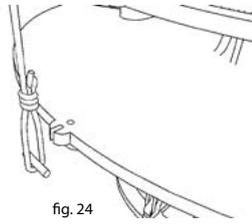

fig. 24
2) Tagliare, dai 2 pezzi avanzati di midollino e/o dalle eccedenze tagliate (fase 4 punto 6; figg. 20-21) n. 4 pezzetti di 6-8 mm di lunghezza ed inserirli in un cappio già formato della corda (leggi punto 1 sopra), successivamente tirare per stringere il nodo attorno al pezzetto di midollino (fig. 24) ed agganciare il terminale così costituito all'asola corrispondente presente sulla spirale.
2) Cut from the two pieces of excess wicker and/or from the remaining piece n.4 pieces of 6-8 mm in length and insert them in the loop of the slipknot (point 2 above), then pull to tighten the knot around the piece of pith (Fig. 24) and attach the terminal in the correspondent slot on the spiral.